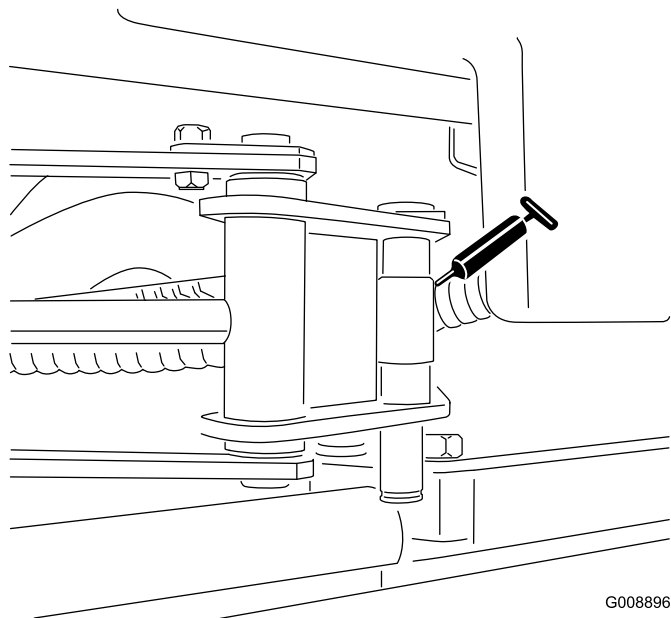

Figure 38
- Extrémités du vérin de SideWinder (2) (Figure 38)